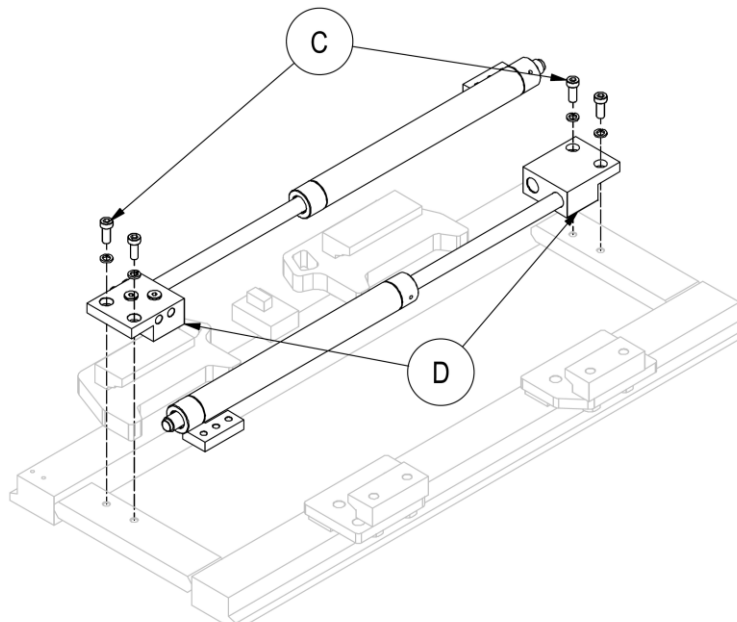

Figura 28
5. Destornille los tornillos **C** y retire los cilindros de sus asientos **D** (mira *Figura 28*).